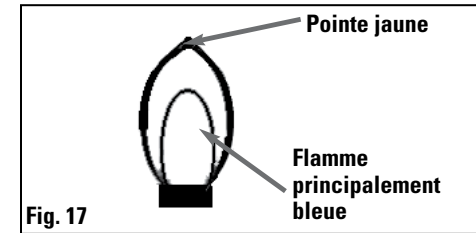

Fig. 17
- 2) Vérifier la flamme. Le fabricant a préréglé le brûleur de façon à ce qu'il produise une flamme optimale. Lorsque le mélange d'air et de gaz propane est idéal, le gril produit une flamme bleue, qui peut présenter une petite pointe jaune. (Fig. 17)